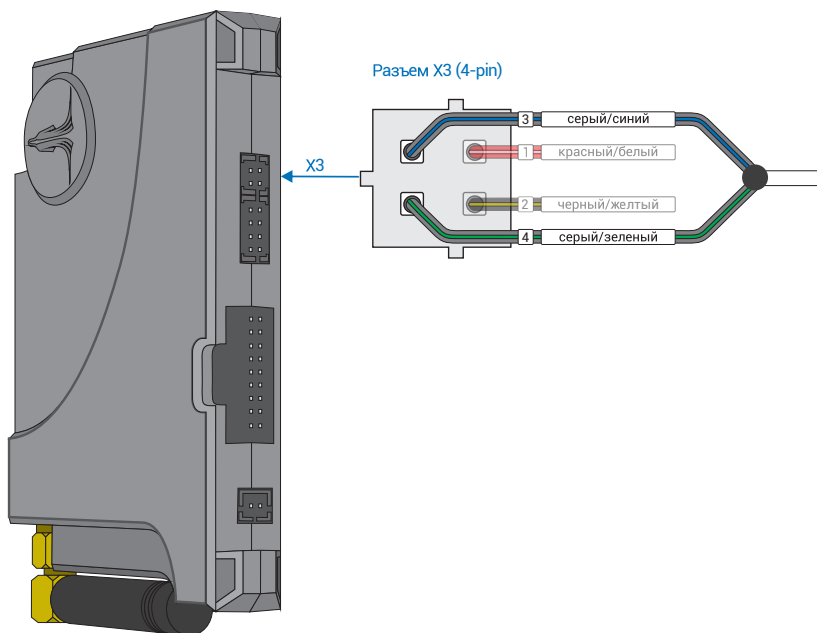

Рис.1 Призрак-8xx
3. Объедините между собой серый/синий провод (контакт №3) и серый/зеленый провод (контакт №4), находящиеся в разъеме X3 (см. рис.1). Подключите их к шине данных а/м: белый провод за правой кик панелью в белом разъеме (см. рис. 2-3).